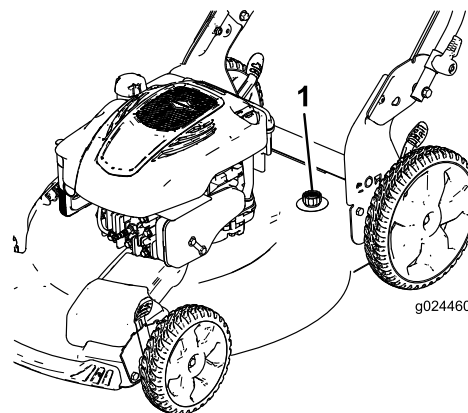

Figura 29
4. Conecte una manguera de jardín que esté conectada a un grifo al orificio de lavado (Figura 29).